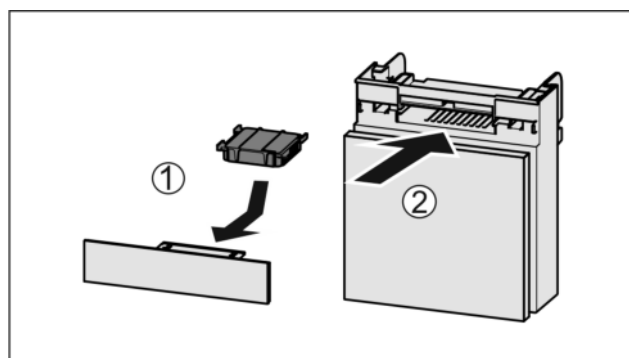

Fig. 167
- Aktivkohlefilter nach Abbildung einsetzen Fig. 167 (1).
- Fach einschieben Fig. 167 (2).